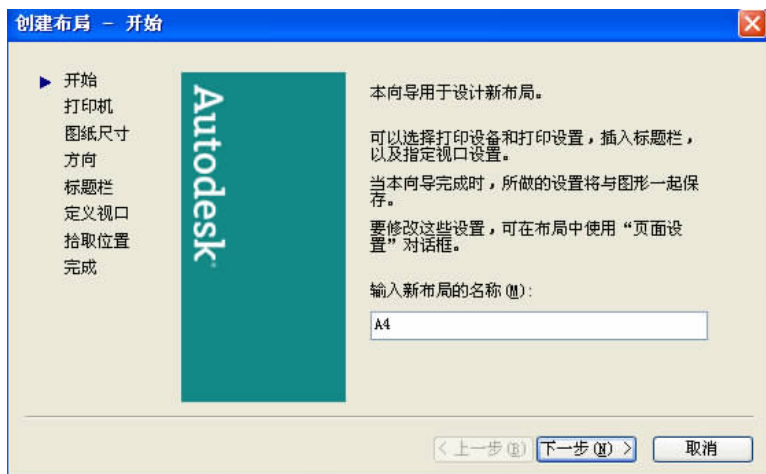

图 13.10 “创建布局—开始”窗口
(1) 选择“插入”菜单中“布局”下一级菜单“创建布局向导”命令,进入“创建布局—开始”窗口,如图 13.10 所示,输入新建布局名称,如 A4。